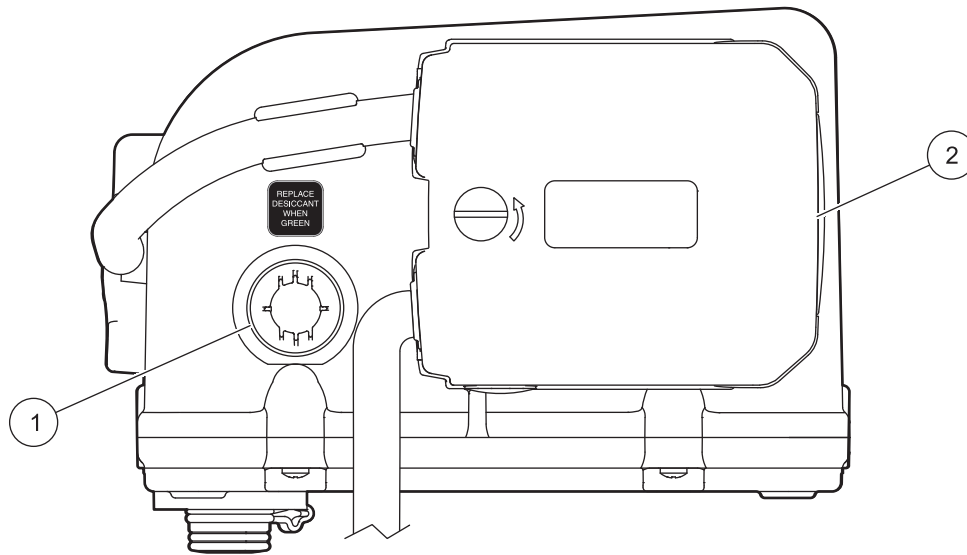

图 29 控制器 侧视图 - 泵 和 干燥剂
请通过透明玻璃窗监视干燥剂颜色（图 29）。渗透潮气时，干燥剂的颜色会由黄变绿。
- 从控制器拧下螺钉并拆除干燥剂固定器（图 29）。